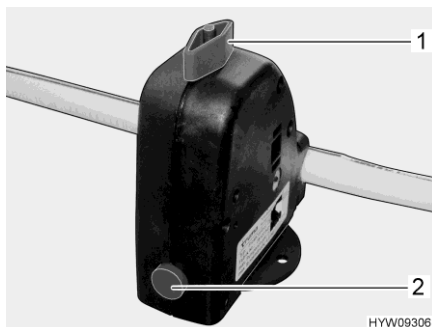

Fig. 97 Valvola di sicurezza/di scarico (Truma)
- Chiudere la valvola di sicurezza/di scarico (Fig. 97). A tal fine ruotare la manopola (Fig. 97,1) verticalmente rispetto alla valvola di sicurezza/di scarico e premere verso l'interno il bottone automatico (Fig. 97,2). La valvola di sicurezza/di scarico è montata dietro i sedili davanti al riscaldamento. Con temperature inferiori a 6 °C non è possibile chiudere la valvola di sicurezza/di scarico.